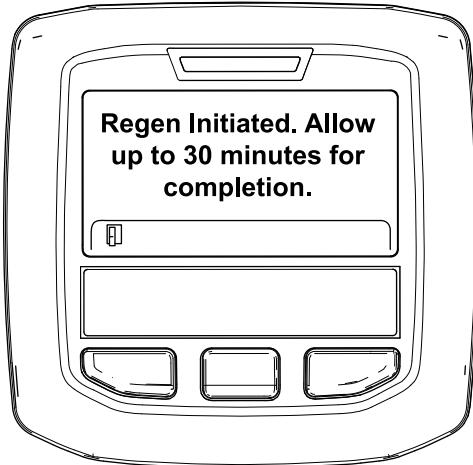

Figure 46
- Si la régénération est autorisée, le message « Regen Initiated. Allow up to 30 minutes for completion » (régén. lancée. Durée max 30 minutes) s'affiche dans l'InfoCenter. Attendez que la machine termine le processus de régénération en stationnement (Figure 46).